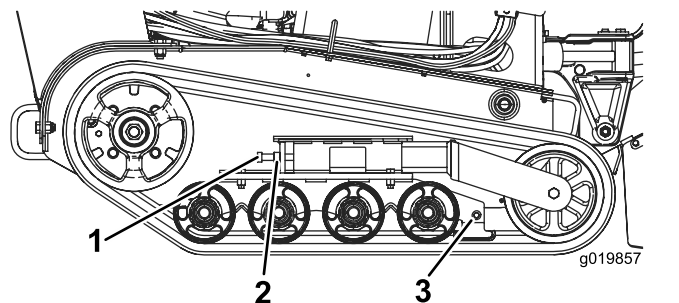

Figura 46
3. Desaperte a porca de bloqueio no parafuso de tensificação da lagarta e os parafusos no braço de tensão (Figura 46).
4. Aperte o parafuso de tensificação para 32,5 a 40 N·m para esticar a lagarta (Figura 46).
4. Abra o parafuso de tensionamento e a porca de bloqueio (Figura 46).